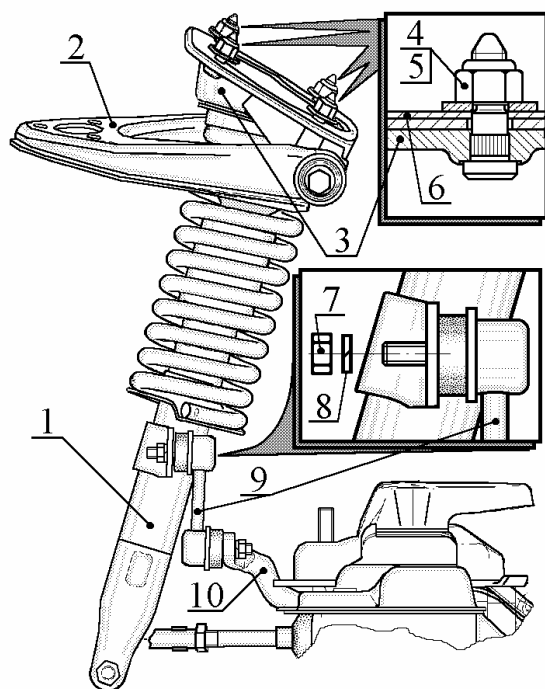

Рис. 6. Снятие пружинной стойки с верхним рычагом и кронштейном в сборе:
4.11. Снять левую пружинную стойку 1 (рис. 6) с верхним рычагом 2 и кронштейном 3 в сборе